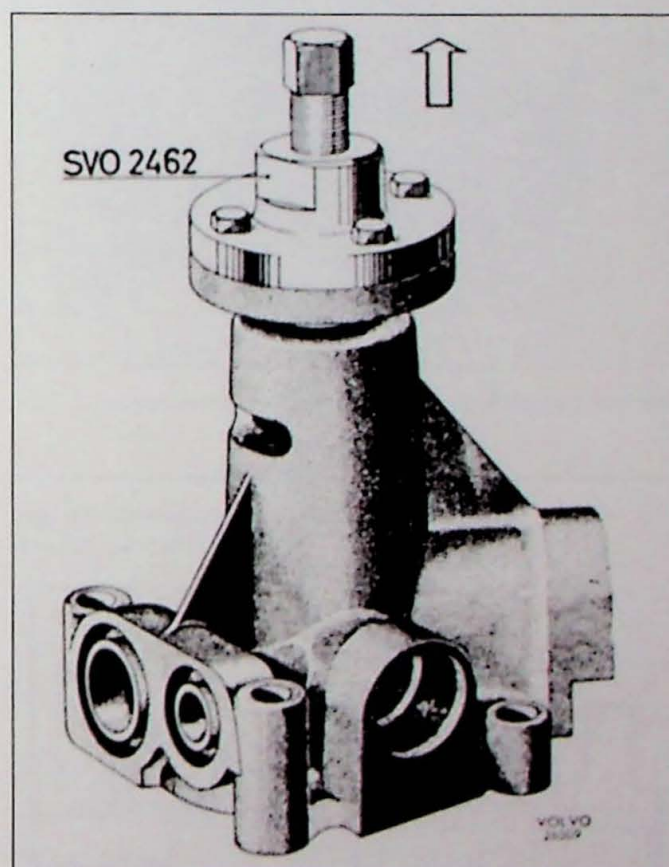

Fig. 4.3. Demonteren van de naaf
2. Zet de trekker SVO 2462 op de naaf vast met de bouten van de poelie en trek de naaf eraf (Fig. 4.3).